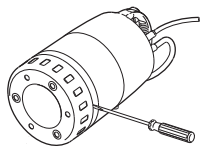

Рис. 15 Демонтаж всасывающего фильтра
3. Вставить отвертку в выточку между корпусом насоса и впускным сетчатым фильтром и повернуть ее, смотрите рис. 15.
2. Вставить отвертку в выточку между корпусом насоса и впускным сетчатым фильтром и повернуть ее, смотрите рис. 15.